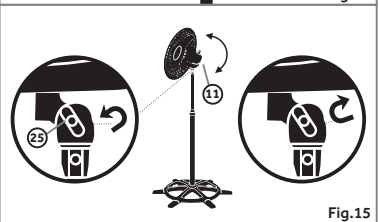

Fig.15
Afrouxe a borboleta de aperto (25) segurando o motor (11). Posicione o motor (11) no ângulo desejado, em seguida, aperte a borboleta (25). Fig. 15.